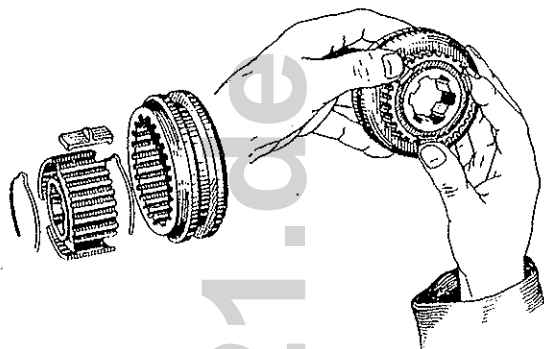

Bild 155 Auseinanderbau des Synchronisators
- Zwischenstücke und Federn von der Nabe fortnehmen (Bild 155);